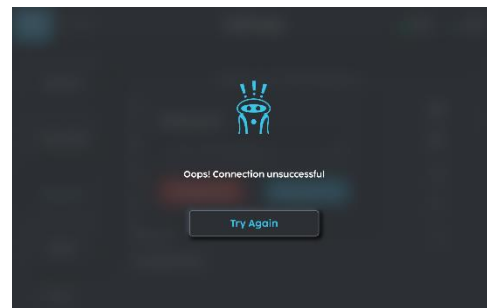

Fig 7
3. Si l'écran ne parvient pas à se connecter (Fig 7), vérifiez la configuration et les paramètres de votre réseau, et réessayez. Sinon, contactez l'administrateur de votre réseau.